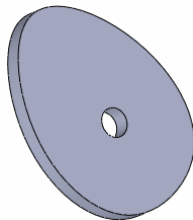
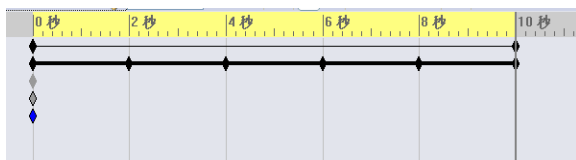

图 13-9 动画
图 13-10 MotionManager 界面
⑤ 单击“运动算例 1” MotionManager 上的“播放”  图标按钮，视图中的实体绕 Z 轴逆时针旋转 10 秒，如图 13-9 所示是凸轮旋转到 5 秒时。MotionManager 界面如图 13-10 所示。